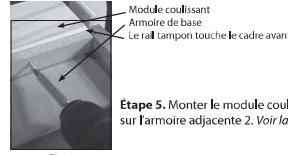

Fig 6
Étape 5. Monter le module coulissant sur l'armoire adjacente 2. Voir la figure 6.